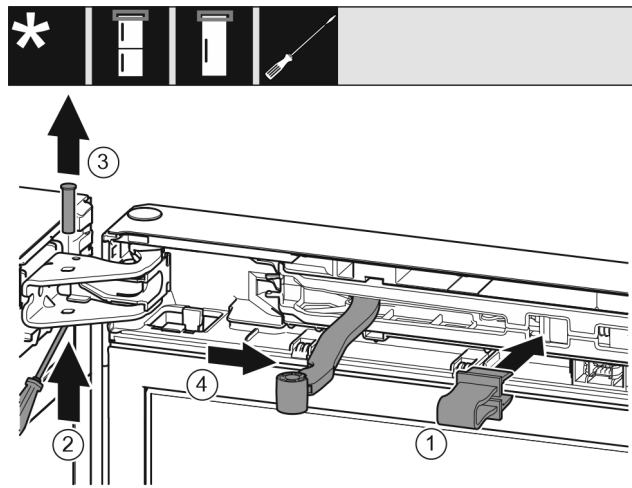

Fig. 10
- Uglavite osigurač Fig. 10 (1) u otvor.
- Izgurajte svornjak Fig. 10 (2).
- Izvadite svornjak Fig. 10 (3) prema gore.
- Okrenite zglob Fig. 10 (4) u smjeru vrata.